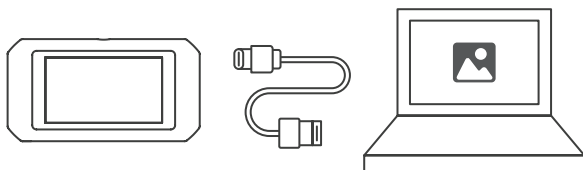

Figura 4.1.1
2. Conecte a câmera TC003 a um computador Windows com o Cabo USB fornecido (veja a figura 4.1.1).